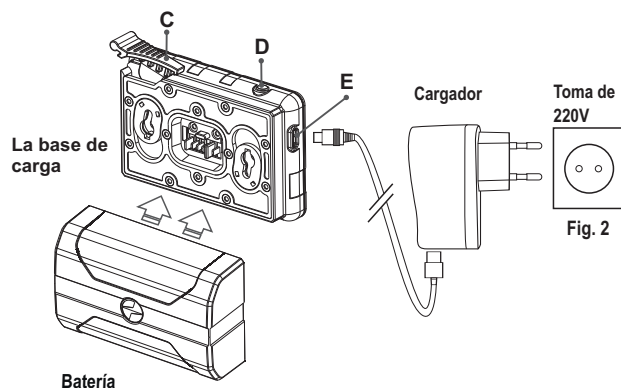

Fig. 2
- Levante la palanca (C) del cargador.
- Instale el paquete de pilas en el cargador com se muestra en la fig. 2. Encaje la palanca con un clic (C).
- Tras la instalación, un indicador LED verde (D) en el cargador se encenderá y empezará a parpadear:
- Si el indicador se mantiene encendido con una luz verde continua, la batería está totalmente cargada. Ya puede retirar la pila del cargador levantando la palanca (C).
- Conecte el conector micro USB del cable USB en el puerto (E) del cargador.